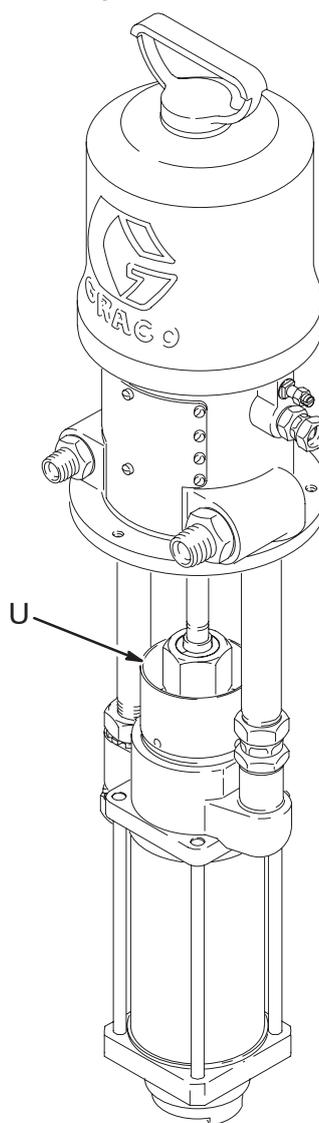

Fig. 3
Compruebe periódicamente el apriete de la tuerca prensaestopas/copela húmeda (U). La tuerca debería estar suficientemente apretada como para detener las fugas. Apriete la tuerca a 27–33 N•m; no la apriete en exceso ya que podría dañar las empaquetaduras. **Libere la presión** antes de ajustar la tuerca. Vea la Fig. 3.